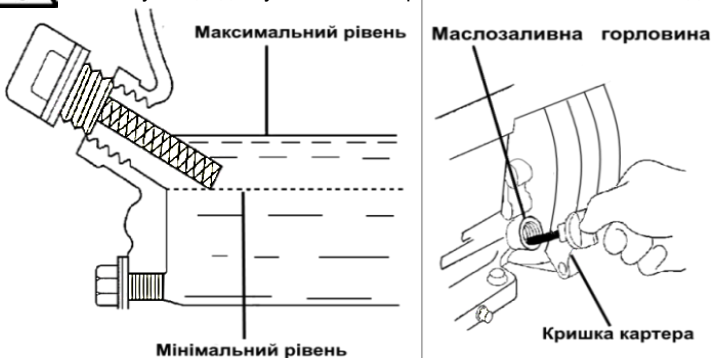

Рисунок 9
Перевірте наявність води в насосі до початку прокачування. Перед початком роботи необхідно повністю заповнити робочу камеру насоса водою (рисунок 9).
- 1) Викрутіть кришку-щуп і начисто протріть його (рисунок 9);